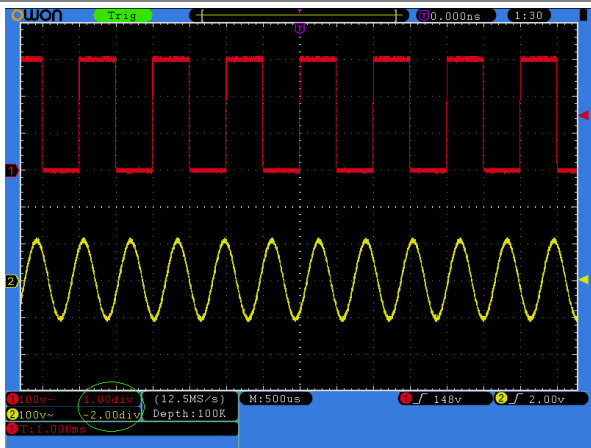

Рисунок 5.11. Информация о положении осциллограммы по вертикали
3. Когда положение осциллограммы по вертикали изменяется, измененная величина смещения для данного канала отображается в левом нижнем углу дисплея (см. рисунок 5.11).